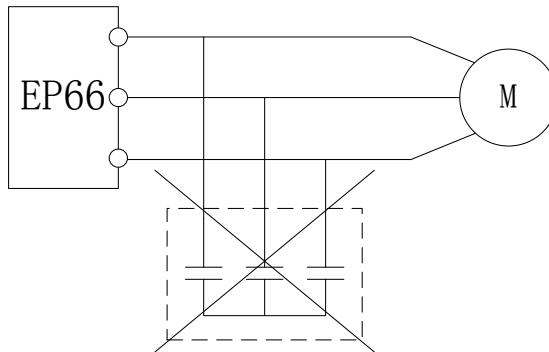

图 1-6 变频器输出端禁止使用电容器
- 由于变频器输出是 PWM 波, 输出侧如安装有改善功率因数的电容或防雷用压敏电阻等, 都会造成变频器故障跳闸或器件的损坏, 务必请拆除。如图 1-6 所示。